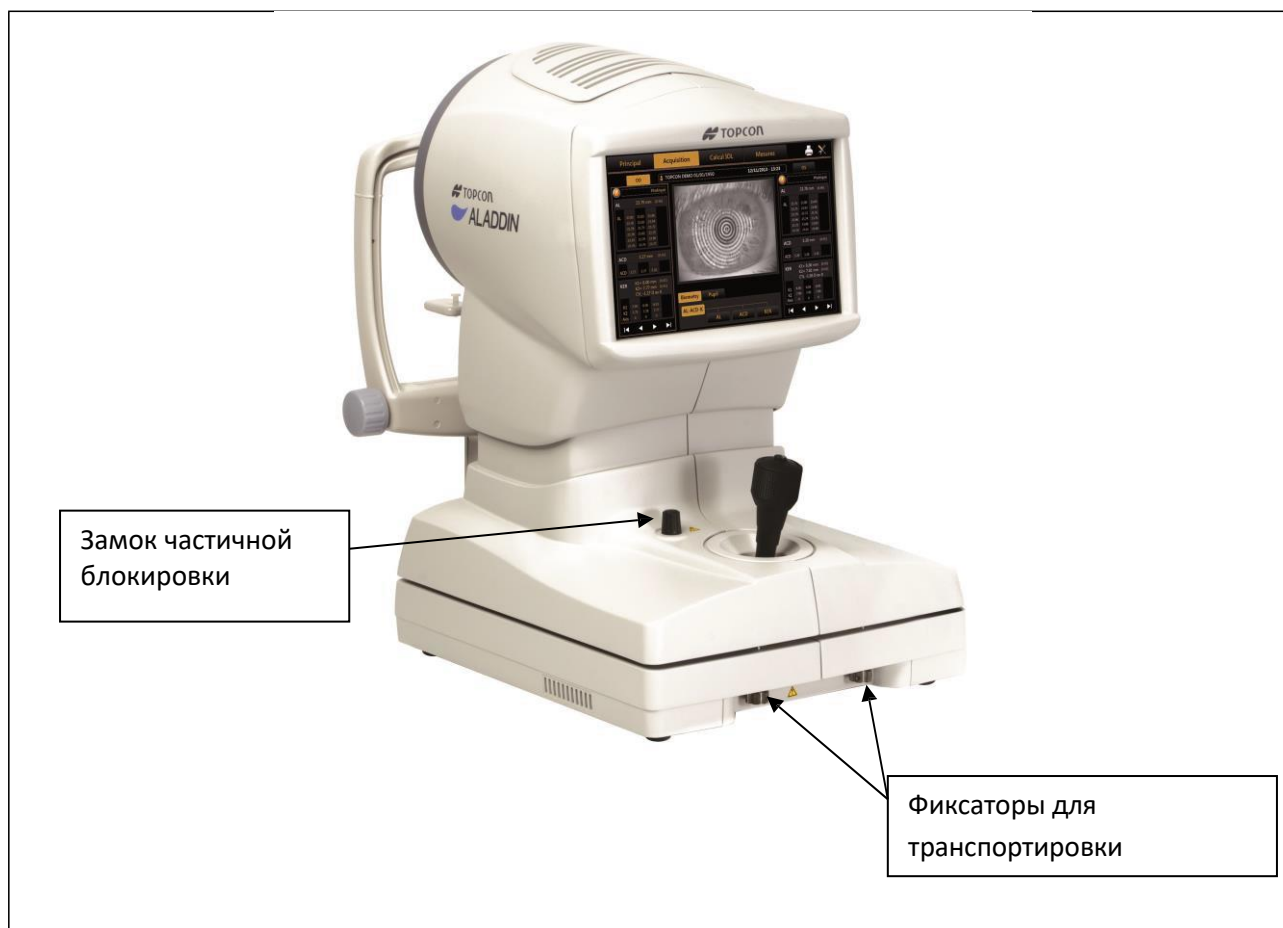

Рис. 10
-  Перед использованием полностью разблокируйте фиксаторы и замок частичной блокировки (см. рис. 10).
-  Перед транспортировкой максимально опустите устройство при помощи джойстика, затем заблокируйте его при помощи замка частичной блокировки и фиксаторов (см. рис. 10).
Полностью разблокируйте фиксаторы и замок частичной блокировки (см. рис. 10).
Максимально опустите устройство с помощью джойстика. Заблокируйте его при помощи замка частичной блокировки и фиксаторов (см. рис. 10).